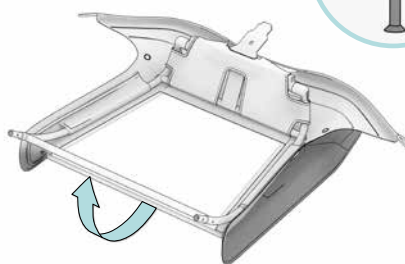
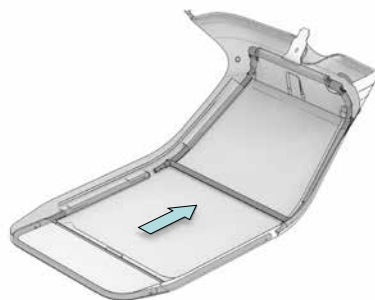
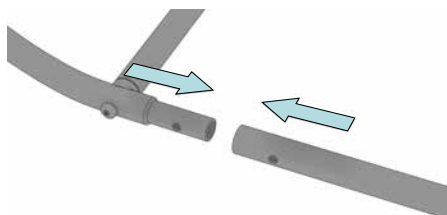
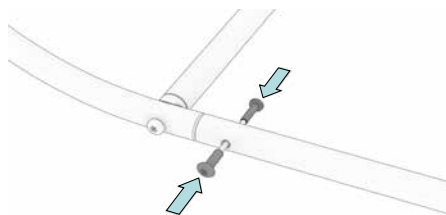

Fig. 27
Fig. 28
Fig. 29
Fig. 30
Ouvrez la partie centrale (fig. 27 et fig. 28) et rapprochez les raccords de tube à gauche et à droite (fig. 29). De chaque côté, le raccord de tube est ensuite bloqué avec une vis creuse M4 et une vis à tête bombée M4 ⑪ (clé Allen de 3 mm) (fig. 30).